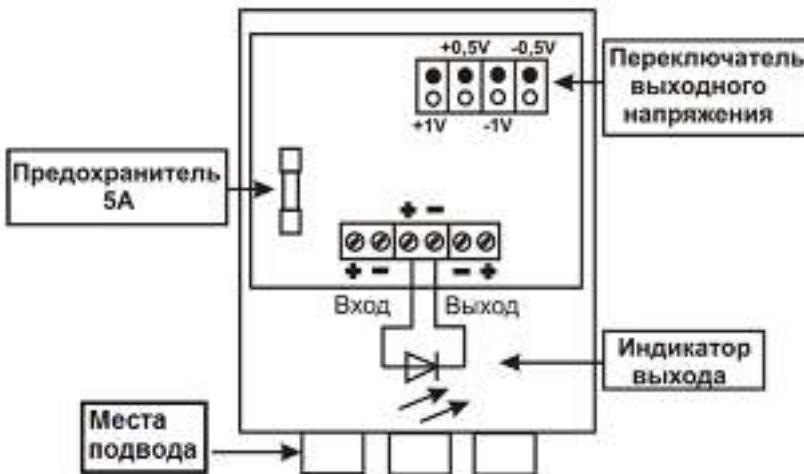

Рисунок 1 - общий вид изделия
Изделие содержит следующие конструктивные элементы (см. рисунок 1):
На плате расположены входная и выходная соединительные колодки, колодка для подключения внешнего индикатора выхода, перемычки (типа джампер) установки выходного напряжения, предохранитель током 5 А (см. рисунок 1).
Места подвода проводов (см. рисунок 1) должны быть загерметизированы.
- подключить провода нагрузки к колодке Выход с учетом полярности (см. рисунок 1);
- Проверить правильность произведенного монтажа в соответствии с рис. 1;